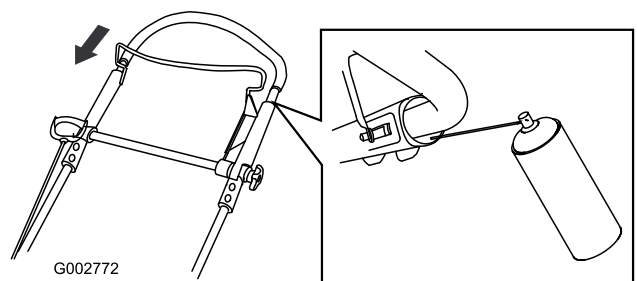

Figura 47
2. Empuje completamente hacia abajo el manillar superior y rocíe la superficie de plástico interior del manillar exterior (Figura 47).